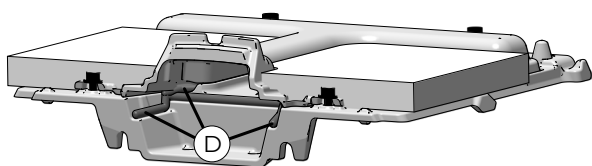

Abb. 7.12
7	Gießen Sie neuen Zement (D) in die Rille (Abb. 7.12)